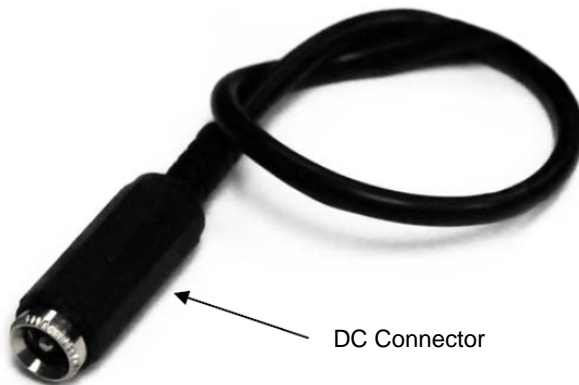

**Abbildung 3: Verstellen der Projektionsschärfe**
Mit der Blende (Abb. 3) lässt sich die Schärfe des projizierten Sternenhimmels in weiten Bereichen an beliebige Projektionsfläche anpassen.
- 4) Verändern Sie die Projektionsschärfe durch Verstellen des Blendenrings. (Abb. 3)